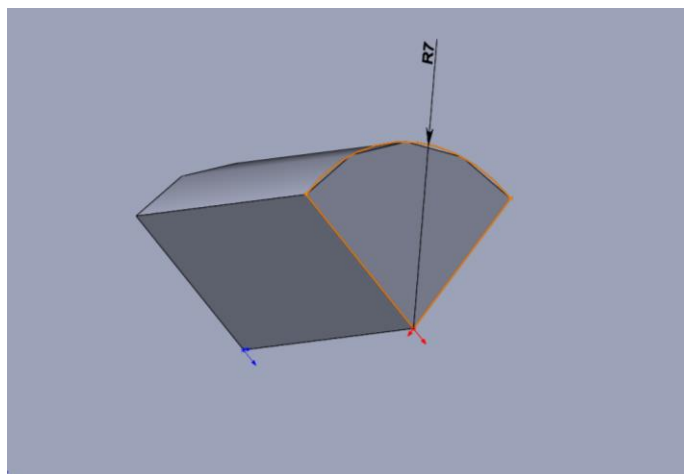

Рисунок 19 – создание эскиза по контуру бобышки
29. Выбрать вид справа. Начертить эскиз по контуру созданной бобышки (рис. 19). Выйти из режима эскиза.